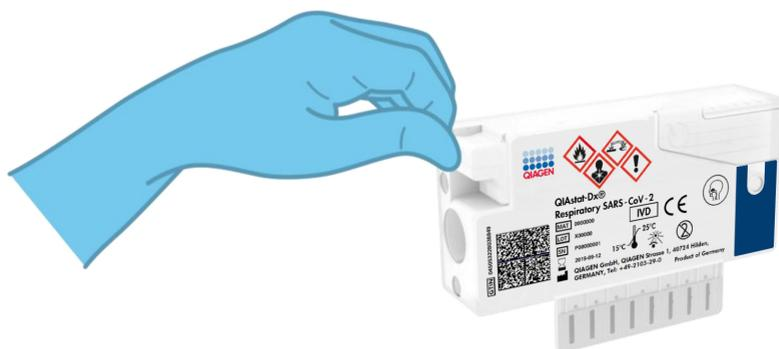

Figura 10. Cierre de la tapa de la muestra del puerto para hisopo.
- Cierre bien la tapa de la muestra del puerto para hisopo hasta que haga clic (figura 10).